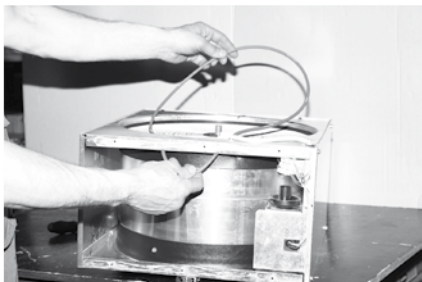

Abb. 4
6. Nun kann der neue Antriebsriemen vorsichtig durch die Öffnung auf den Rotor aufgezogen werden (Abb. 3). Dabei den Rotor drehen (Abb. 4)